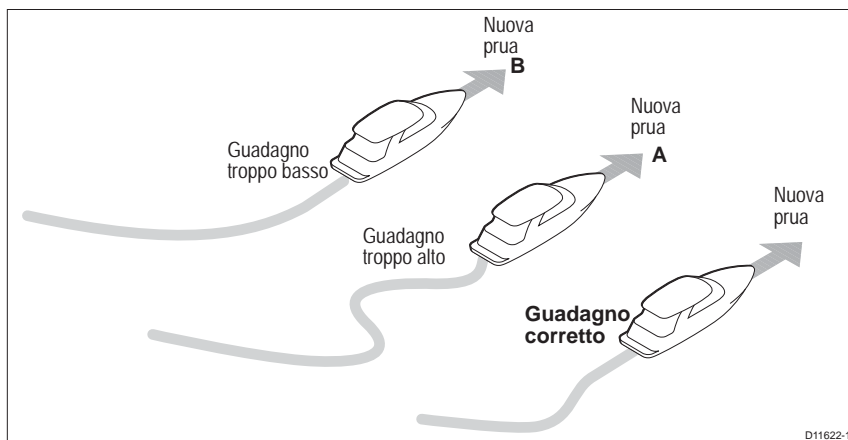

Figura 3-3 Risultato di diversi valori di guadagno timone
- Un guadagno alto produrrà una deviazione eccessiva e un conseguente ritorno sulla rotta con un angolo nettamente superiore ai 5° (si veda **A** nella *Figura 3-3*).
- Allo stesso modo, un guadagno troppo basso produrrà una deviazione troppo lenta (**B** nella *Figura 3-3*).